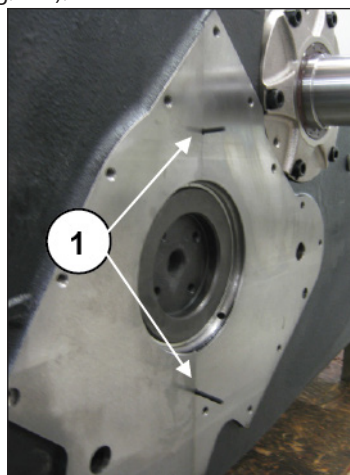
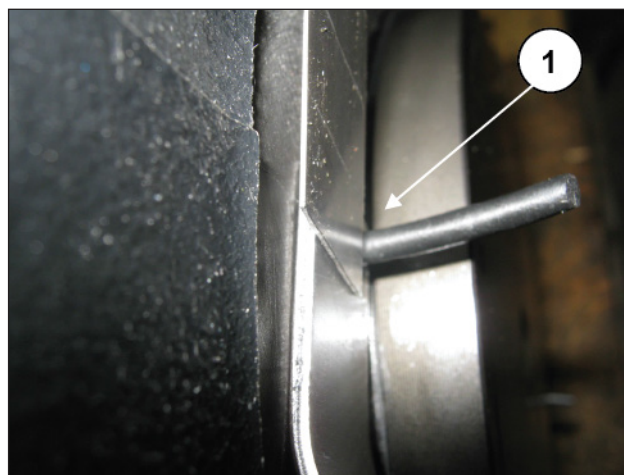

Fig. 113
Fig. 114
Utiliser un cutter et un épaisseur-mètre pour couper la partie superflue des joints sortant de la ligne de jonction du carter avant et arrière au niveau de la bride du vilebrequin (rep. ①, Fig. 113 et Fig. 114).